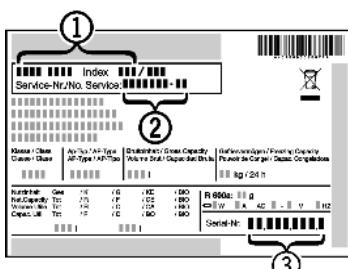

Fig. 38
- Обратитесь в сервисную службу и сообщите вид неисправности, наименование устройства *Fig. 38 (1)*, сервисный № *Fig. 38 (2)* и серийный № *Fig. 38 (3)*.